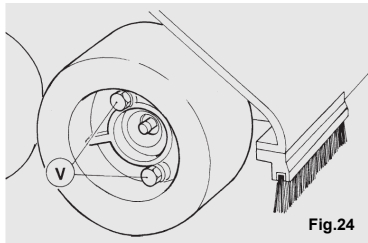

Fig.24
Efter en viss periods användning så är det nödvändigt att byta ett eller flera hjul. För att byta detta så ta bort det gamla hjulet genom att lossa på de två skruvarna (V) och byt ut hjulet (Fig.24).